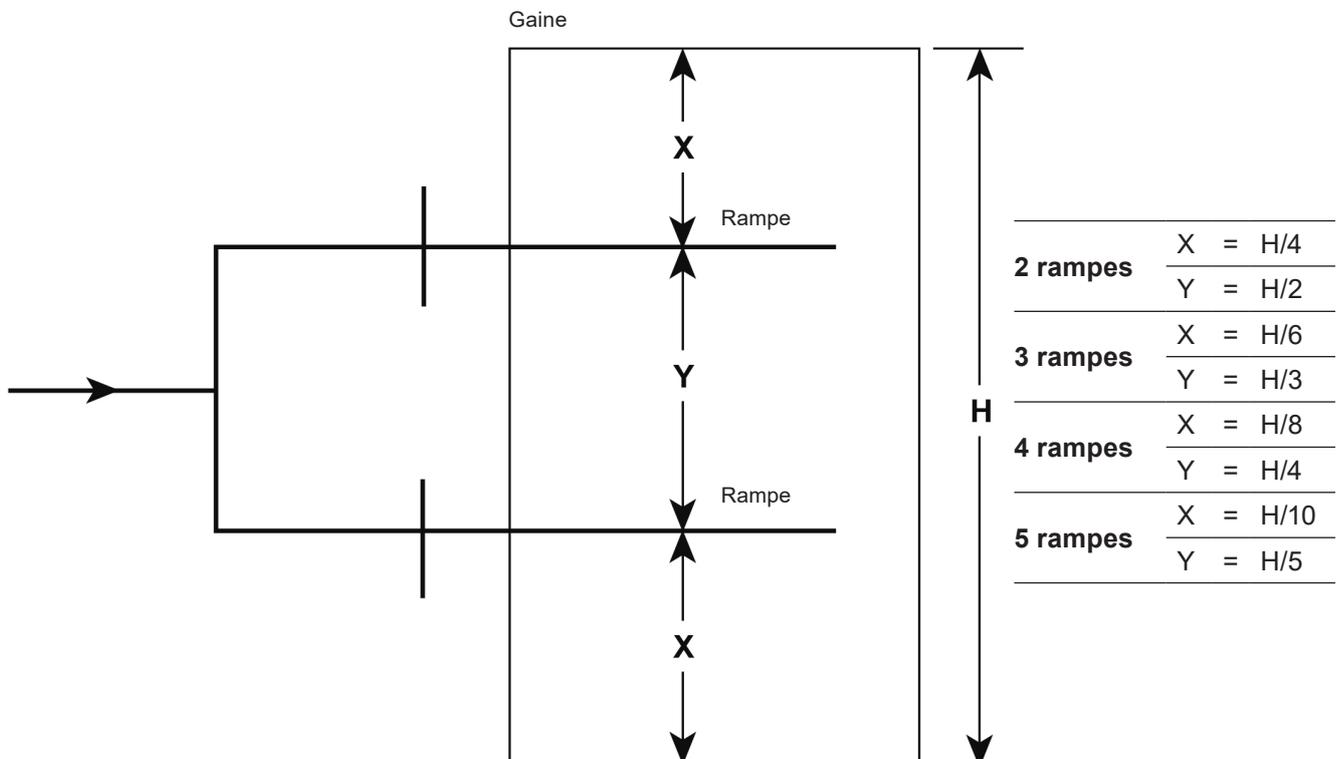
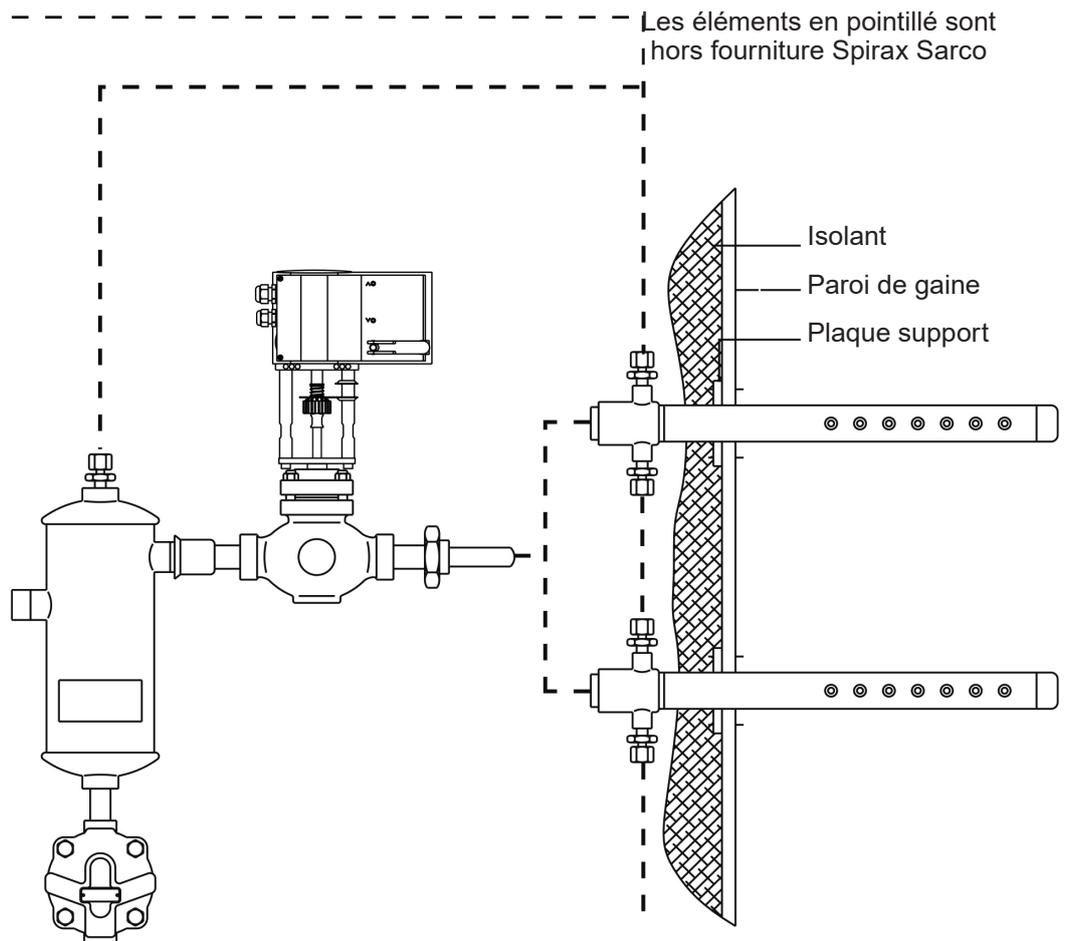

Fig. 3
Fig. 5 - Alimentation séparée du tube de préchauffage - maximum 4 bar eff.
- 3.2.6** Pour les installations à plusieurs rampes, celles-ci sont montées afin d'obtenir une distribution homogène de la vapeur sur toute la section de gaine, comme montré sur la Fig. 3 page 10. On portera une attention particulière au positionnement de l'arrivée principale de vapeur sur le collecteur d'alimentation des rampes (voir Fig. 5, 11, 12 et 13).
3.3.3 Pour vous aider à s'assurer qu'il n'y ait pas de problème de condensation dans la gaine, et obtenir une distance d'absorption minimum, la (les) rampe(s) sera positionnée comme indiqué sur la Fig. 3 page 10.